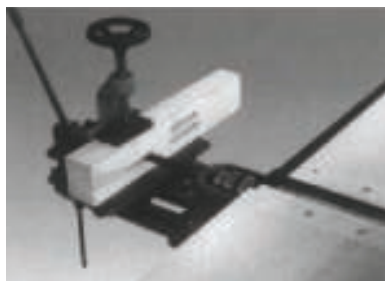

рис. 14
7.2 Сверление, долбление, пазование, шлифование. (рис. 14, 15)